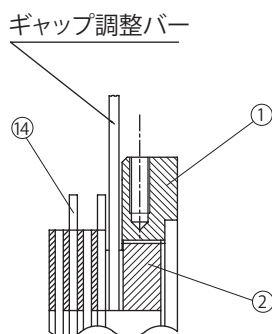

図 8-36
フィールド④側から見て左に回すとギャップが狭くなります。(図 8-36 参照)
- (4) アウターディスク⑭とセンターリング①の間には、取付ボルト③と固定ボルト⑪が交互に 6 本ずつ通っているため、ギャップ調整バーを回していくとそれらのボルトに当たります。ギャップ調整ネジ②には 8 等配の溝があり、ギャップ調整バーがボルトに当たるごとに (3) を繰り返して、ギャップ G を規定値に調整します。
- (5) ストッパー⑯を、規定ギャップに最も近い溝とネジ穴の点を選び取り付けてください。
- (6) ブレーキの手動解放を元の状態に復帰させた後、電源を入・切してブレーキ動作を確認してください。
- (7) ブレーキカバー㉒、Vリング㉓、ファン⑦、ファンセットボルト⑩、カバー⑧、屋外カバー㉑を取り付けます。この時ファンセットボルト⑩には、スリーボンド TB2365 を塗布してください。